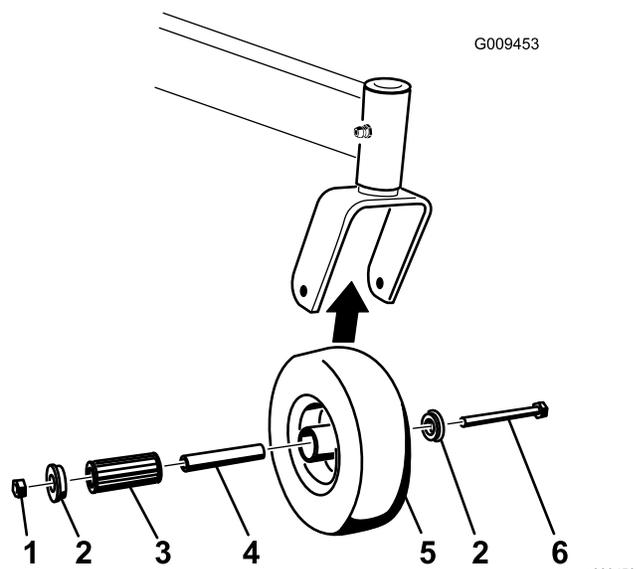

Рисунок 61
1. Удалите контргайку и колесный болт, с помощью которых поворотное колесо крепится квилке (Рисунок 61).
2. Снимите одну из втулок, затем извлеките распорную втулку и роликовый подшипник из ступицы колеса (Рисунок 61).
3. Извлеките вторую втулку из ступицы колеса и удалите всю смазку и грязь из ступицы (Рисунок 61).
**Примечание:** Замените поврежденные или изношенные детали (Рисунок 61).
5. Вставьте одну втулку в ступицу колеса (Рисунок 61).
6. Смажьте роликовый подшипник и распорную втулку и вставьте их в ступицу колеса (Рисунок 61).
7. Вставьте вторую втулку в ступицу колеса (Рисунок 61).
8. Установите поворотное колесо ввилку поворотного колеса и закрепите при помощи колесного болта и контргайки (Рисунок 61).
9. Затяните контргайку так, чтобы распорная втулка была прижата к внутренней поверхности поворотныхвилок (Рисунок 61).